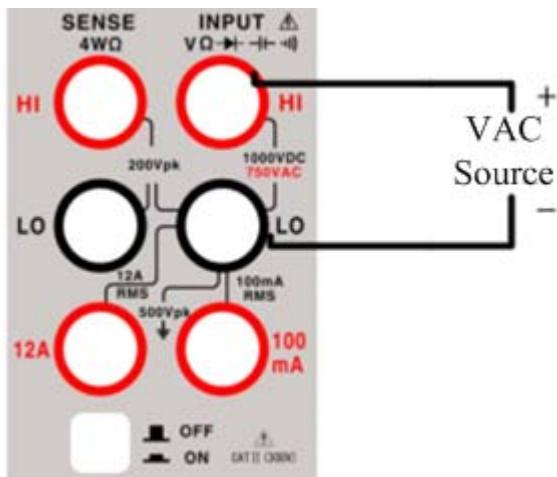

图 2.1.4 ACV 端子连接
2、按图 2.1.4 所示，将红色和黑色测试引线连接到各自的输入端子。